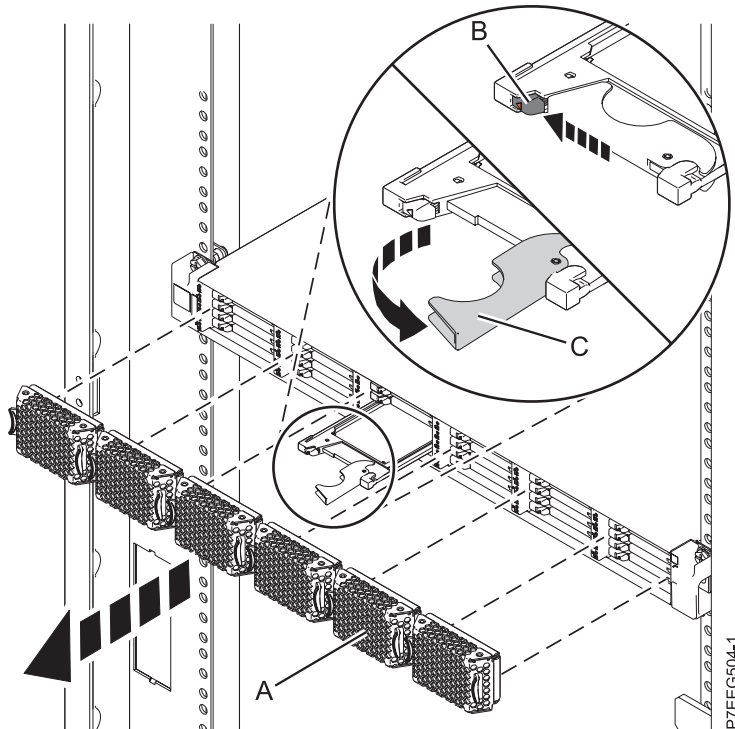

Figure 20. Retrait de l'unité SSD du boîtier de stockage PCIe 58/88
1. Retirez le panneau (A) qui couvre l'emplacement contenant l'unité SSD. Pour plus d'informations, voir figure 20, à la page 34.
2. Poussez doucement le taquet de déverrouillage (B) pour déverrouiller la poignée de l'unité.
3. Saisissez la poignée (C) et tirez partiellement l'unité hors de l'emplacement.